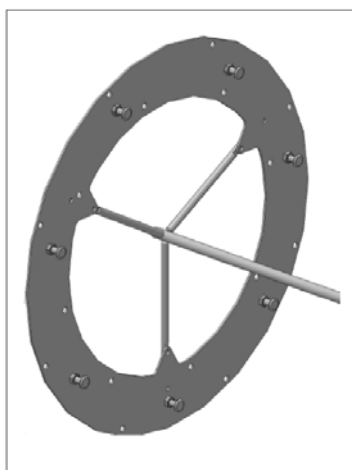

Рисунок 13
4. Проденьте концы вил для мяса через соответствующие отверстия в дисках ротора (см. Рисунок 13).
- В модели TDR 5 необходимо вставить концы корзин для мяса в соответствующие отверстия дисков ротора (см. Рисунок 13).